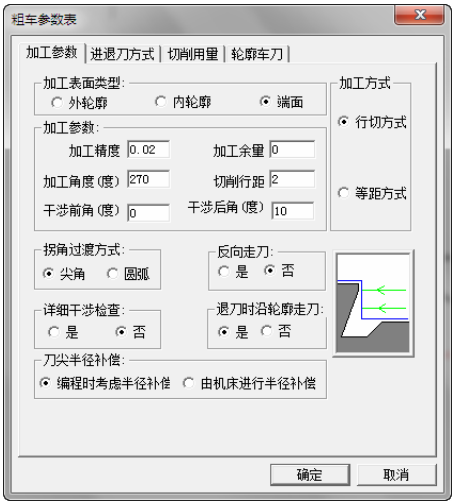

图 4-18 端面粗车加工参数设定
1) 单击“加工参数”选项卡，设置具体参数。加工表面类型：端面；加工精度：0.02；加工余量：0；加工角度：270；切削行距：2；干涉前角：0；干涉后角：10；拐角过渡方式：尖角；反向走刀：否；详细干涉检查：否；退刀时沿轮廓走刀：是；刀尖半径补偿：编程时考虑半径补偿。设置结果如图 4-18 所示。